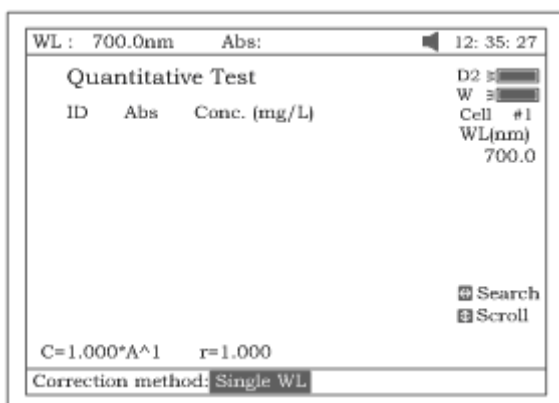

Рис. 28.
- Нажмите клавишу [УСТАНОВКА] для выбора метода коррекции и ввода значений длин волн. Предлагается три метода коррекции : по одной точке, изоабсорбция и по трем точкам, (см. рис.28).